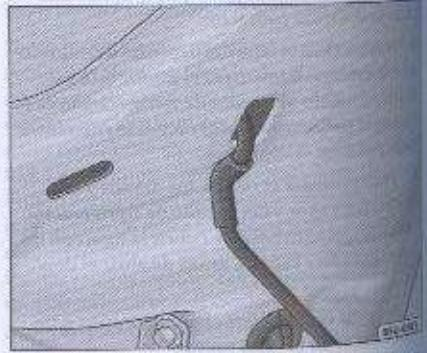

Fig. 109 Varilla de sustentación de la tapa del vano motor
- Desencastre la varilla de sustentación del soporte existente en la carrocería y encástrela en el alojamiento de sustentación, en la tapa → página 166, fig. 109.